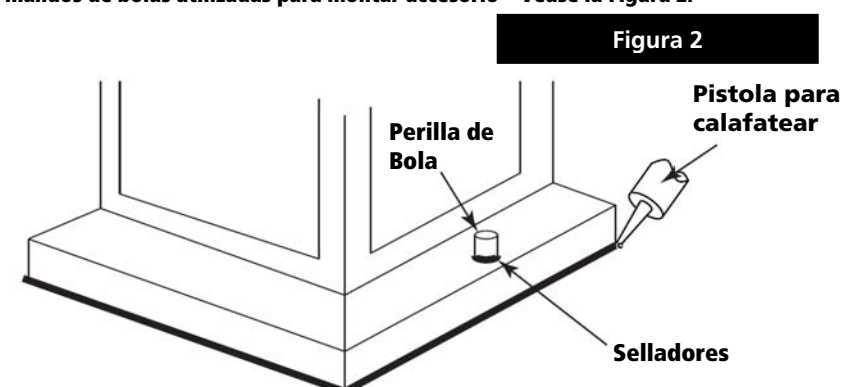

Figura 2
2. Sujete la correa de montaje (A) a la caja de conexiones (J) utilizando dos tornillos 25.4 mm (C) previstos - **Véase la Figura 2**.
1. Conecte el cable de alimentación positiva **(A)** (normalmente negro el lado no marcado suave del cable de dos conductores) de plomo accesorio positivo **(B)** con un giro de tamaño apropiadamente conector – **Véase la Figura 2 y 3**.
Loop alambre de tierra **(E)** (generalmente de cobre o verde recubierto de plástico) debajo de la cabeza del tornillo de tierra **(S)** en la brida de montaje accesorio **(M)** y conectar con el extremo suelto del cable de tierra luminaria directamente al cable de tierra del sistema de construcción con un tamaño adecuado twist-conectores – **Véase la Figura 2**.
Después asegurar fijo en su lugar, se recomienda que la distancia entre la parte superior y la base de montaje del accesorio se sellará con cualquier buen masilla impermeable de calidad o sellador de silicona (no incluido). También se recomienda que una pequeña capa de madilla o sellador de ser sometidos a los mandos de bolas utilizadas para montar accesorio – Véase la Figura 2.